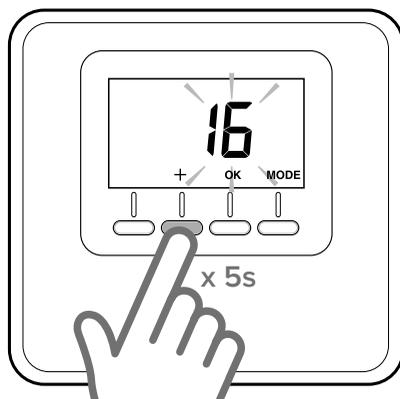

Рис. 14
- Нажмите и удерживайте в течение 5 секунд кнопку «+» на регуляторе температуры в помещении (Рис. 14). На дисплее попеременно отображаются версия программного обеспечения и код модификации.